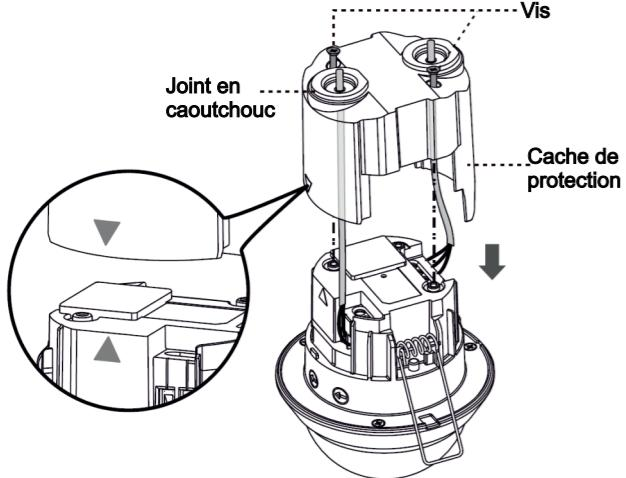

Figure 8
3.4.2 Piquez un tournevis à travers le joint en caoutchouc. Passez ensuite le câble à travers le joint. (Voir figure 8).
3.4.3 Respectez les figures 5 et 6 pour le raccordement. Lorsque vous refermez le cache, veillez à ce que les flèches sur le cache et le boîtier coïncident. Vissez le cache de protection. (Voir figure 8).